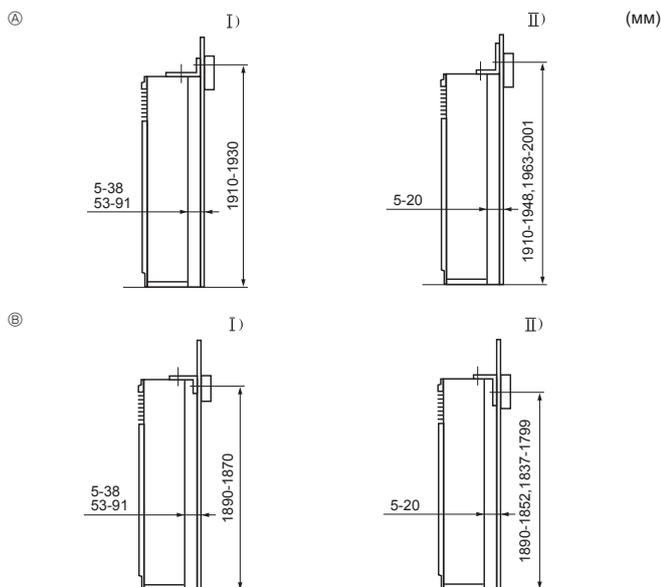

Fig. 3-3
- ① Крепежный кронштейн для предотвращения опрокидывания прибора
Крепежный кронштейн для предотвращения опрокидывания прибора ① устанавливается на верхней панели прибора. Снимите самонарезающие винты ②, и затем по-новому установите кронштейн, как показано на рисунке. Точные значения расстояний, соблюдение которых необходимо при установке, приводится, на Fig. 3-3.
- Ⓔ Снимите винт ⑩ и потяните решетку на себя, чтобы снять ее.
3.3. Монтаж крепежного кронштейна для предотвращения опрокидывания прибора (Fig. 3-3)